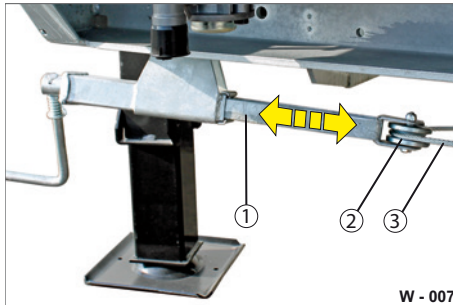

Abb. 10 Spindel-Feststellbremse schmieren
- ▶ Prüfen Sie, das Hub-Gestänge (Abb. 10/1), Umlenkrolle (Abb. 10/2) und Übertragungsseil (Abb. 10/3) auf Schäden / Verformungen / Risse hin.
- ▶ Fetten Sie die Umlenkrolle (Abb. 10/2) ein.